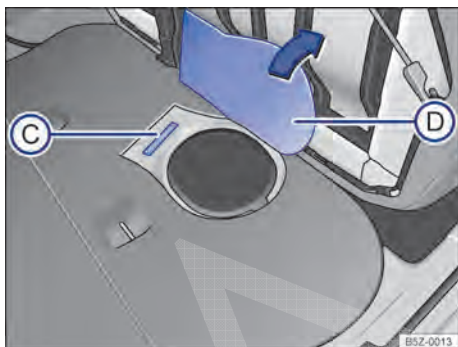

Fig. 188 Debaxo do banco traseiro sob o revestimento do assoalho (D): número de identificação do veículo (C).
O número de identificação do veículo está localizado debaixo do banco traseiro sob o revestimento do assoalho → Fig. 188 (C). Para encontrar o número de identificação do veículo, rebater o banco traseiro e levantar o revestimento do assoalho → Fig. 188 (D).